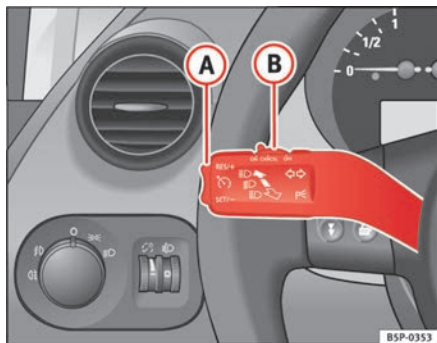

Fig. 147 Palanca de intermitentes y de luz de carretera: conmutador y tecla basculante para el regulador de velocidad
- Mueva el mando ⇒ fig. 147 **(B)** hacia la izquierda hasta la posición **ON**.